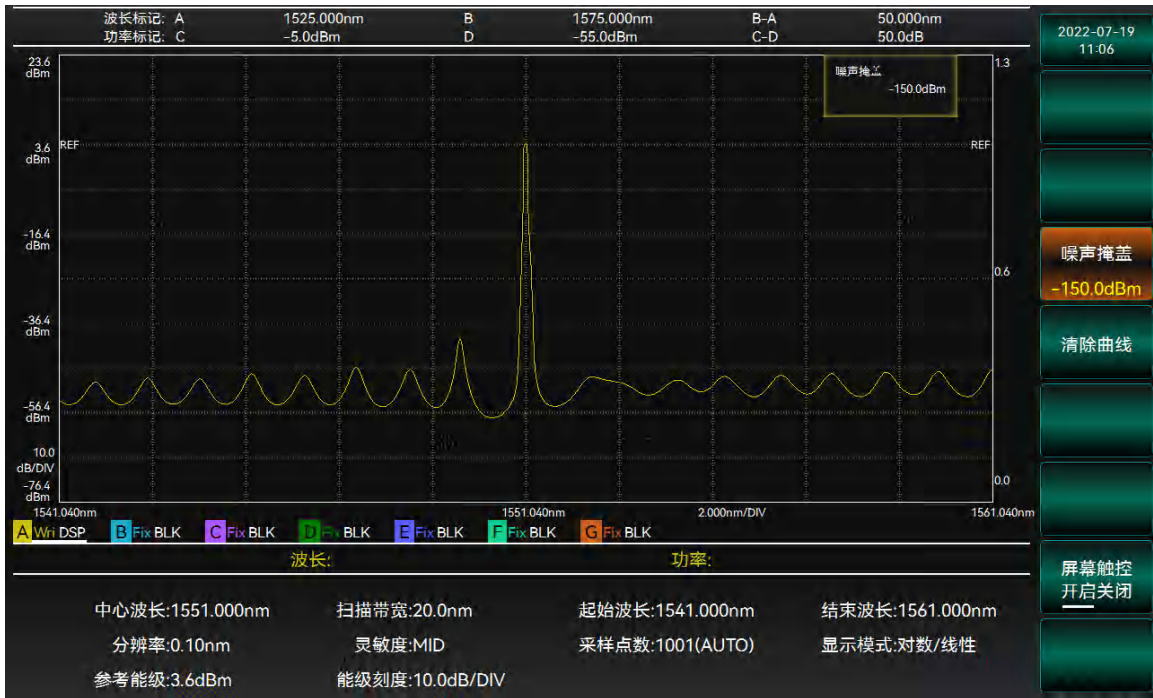

图 3-26 设置噪声掩盖界面
2. 选择【噪声掩盖】，通过旋钮或者数字键输入阈值，完成设置。操作界面如图 3-26 所示。